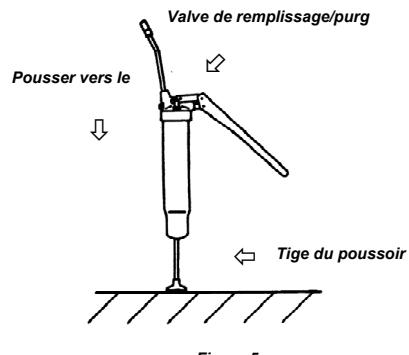

Figure 5
5) Purger l'air de la graisse (voir Fig 5).
- 2) Placer la poignée de la tige du poussoir sur une surface plate, appuyer fermement sur la pompe tout en maintenant ouverte la valve de remplissage/purge (voir fig. 5)